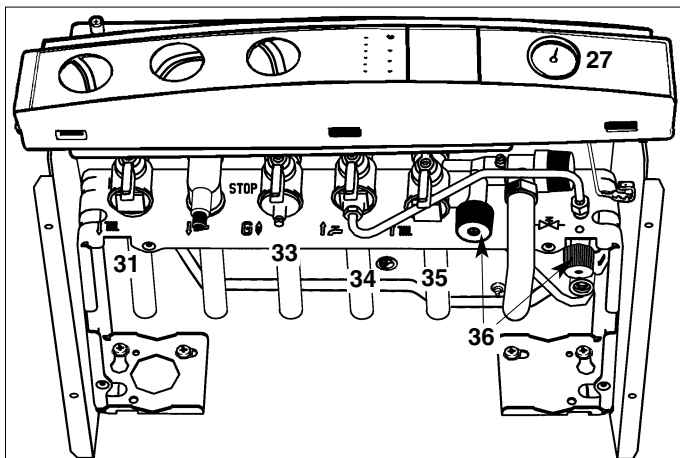

Fig. 14
Ouvrir le robinet d'eau froide "34" (Fig. 14) sur la barrette robinetterie ;
- Vérifier que les robinets départ chauffage "31" (Fig. 14), retour chauffage "35" (Fig. 14) sont bien ouverts ;
- Ouvrir les 2 robinets de remplissage et d'isolement "36" (Fig. 14) ;
- Refermer ces robinets lorsque l'aiguille du manomètre "27" (Fig. 14) est supérieure à la pression déterminée en page 7 ;
- Ouvrir le robinet d'arrivée de gaz "33" (Fig. 14) ;